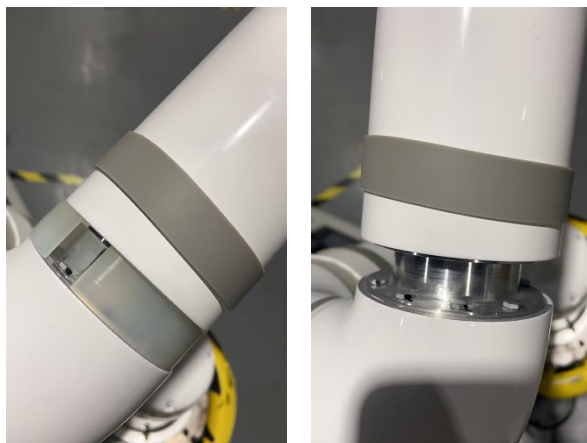

图 3-24：抽出肘部关节连接手腕 1 关节的线缆
4. 拆除下臂连杆的橡胶环和支撑环后，松开下臂连杆和手腕 1 关节连接的 8 颗 M3 内六角螺钉，将下臂连杆和手腕 1 关节分离，同时将肘部关节连接手腕 1 关节的线缆从手腕 1 关节的外壳侧孔抽出，如图 3-24 所示。